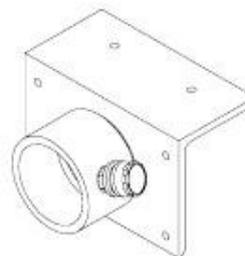

Abb. 1-7. Winkelkopf
d. Winkelkopf. Der Winkelkopf (Abb. 1-7) enthält einen 2,75" (7,0 cm) langen Vorsprung, um eine Stütze für freihändige Bedienung aufzuhängen. Wird typisch bei einem Grabeneinsturz benutzt, wenn Gurthölzer wieder befestigt müssen, bevor Personen einsteigen dürfen.